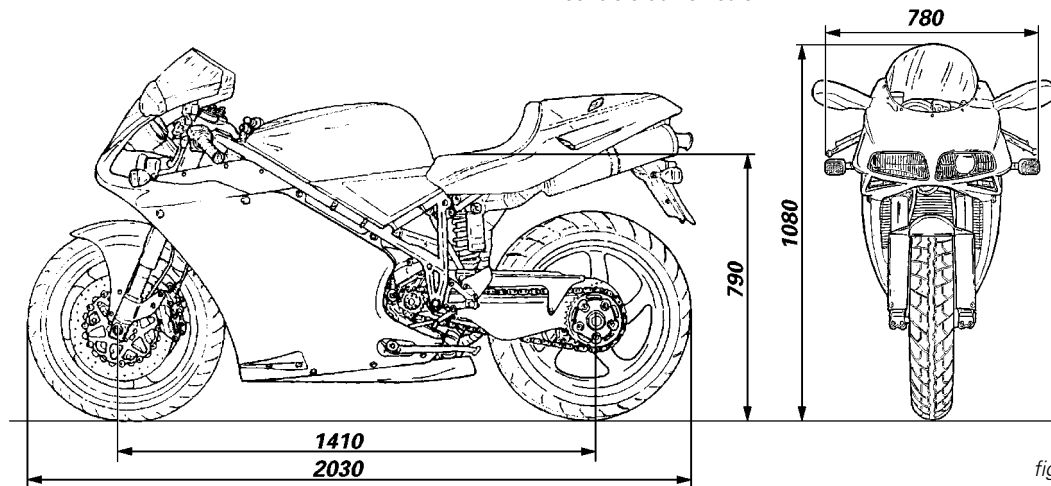

fig. 43
**Encombrement** (mm) (fig. 43)